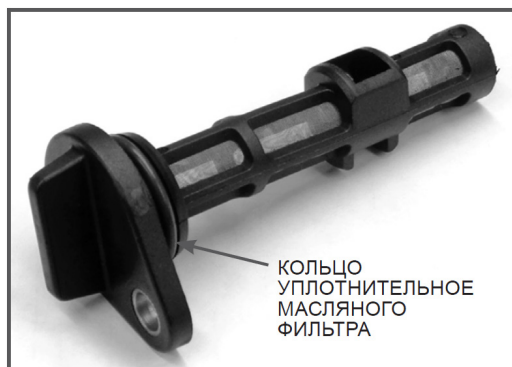

Рис. 9 Масляный фильтр
При каждой очистке масляного фильтра обязательно меняйте уплотнительное кольцо масляного фильтра (Рис. 9). При установке кольца на корпус фильтра не допускайте его повреждений. После установки уплотнительного кольца на корпус масляного фильтра контролируйте правильность установки кольца, оно не должно быть перекручено.
10. Внимательно осмотрите масляный фильтр (Рис. 9). Обязательно проверьте фильтрующую сетку фильтра на наличие механических повреждений (сетка порвана, имеются отверстия). При наличии повреждений и невозможности очистить сильные загрязнения фильтр необходимо заменить.